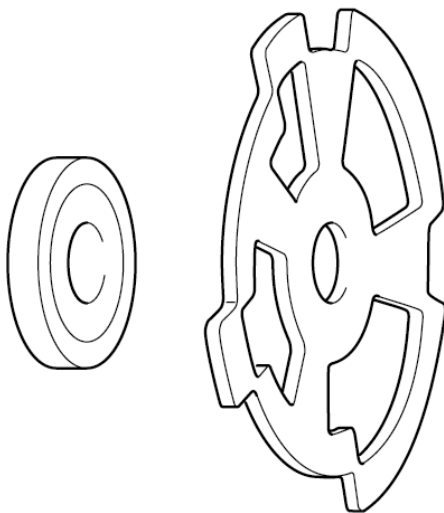

Fig. 1: Roue émettrice avec bague entretoise extraite
**Pignons en métal fritté :** La roue émettrice et la bague entretoise sont deux pièces distinctes (Fig. 1). La bague entretoise est enfoncée dans le pignon. La roue émettrice du capteur de l'arbre à cames est montée sur l'arbre de cames d'admission devant le pignon avec la bague entretoise enfoncée.